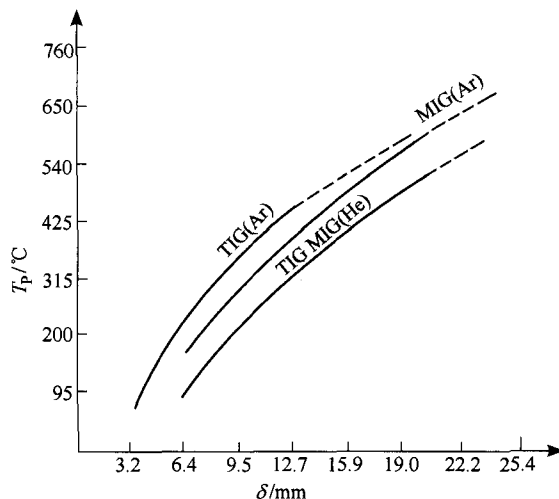

图4 纯铜惰性气体保护焊时预热温度
(3) 预热温度的确定 由于预热温度对纯铜的焊接质量影响较大, 预热温度低时, 易造成熔合困难; 过高时易造成焊接变形、烧穿、成形差等缺陷, 所以水冷块焊接修复时的预热温度一定要合理。根据纯铜预热曲线确定10mm厚的铜质水冷块焊接预热温度为400~450℃。纯铜惰性气体保护焊预热温度曲线如图4所示。
根据纯铜预热曲线确定10mm厚的铜质水冷块焊接预热温度为400~450℃。纯铜惰性气体保护焊预热温度曲线如图4所示。